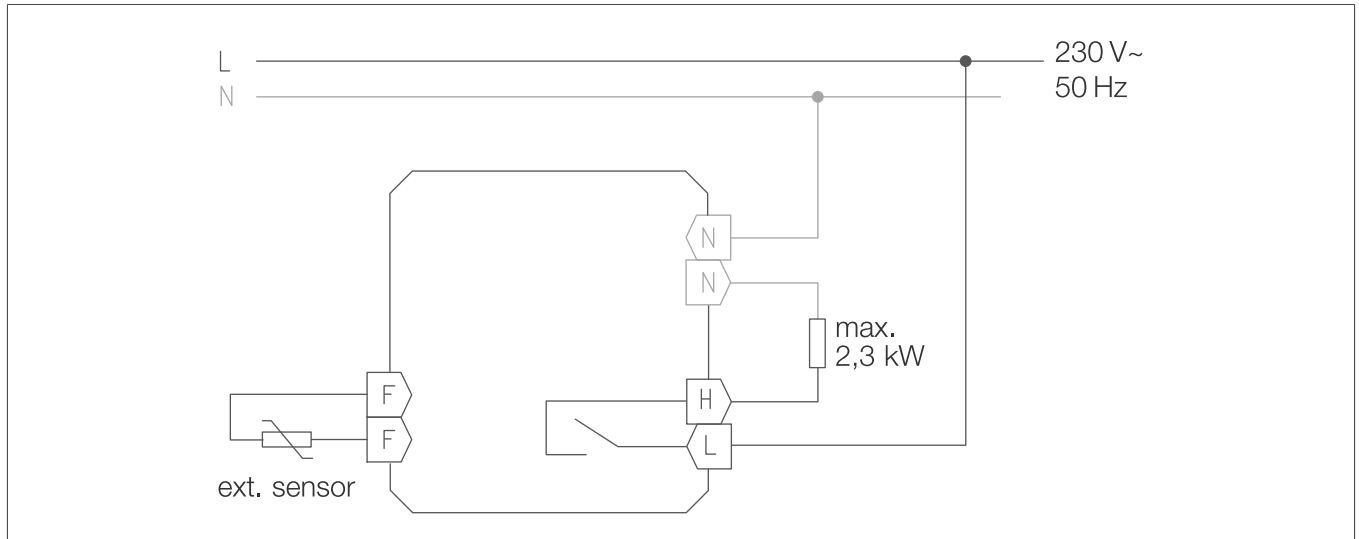
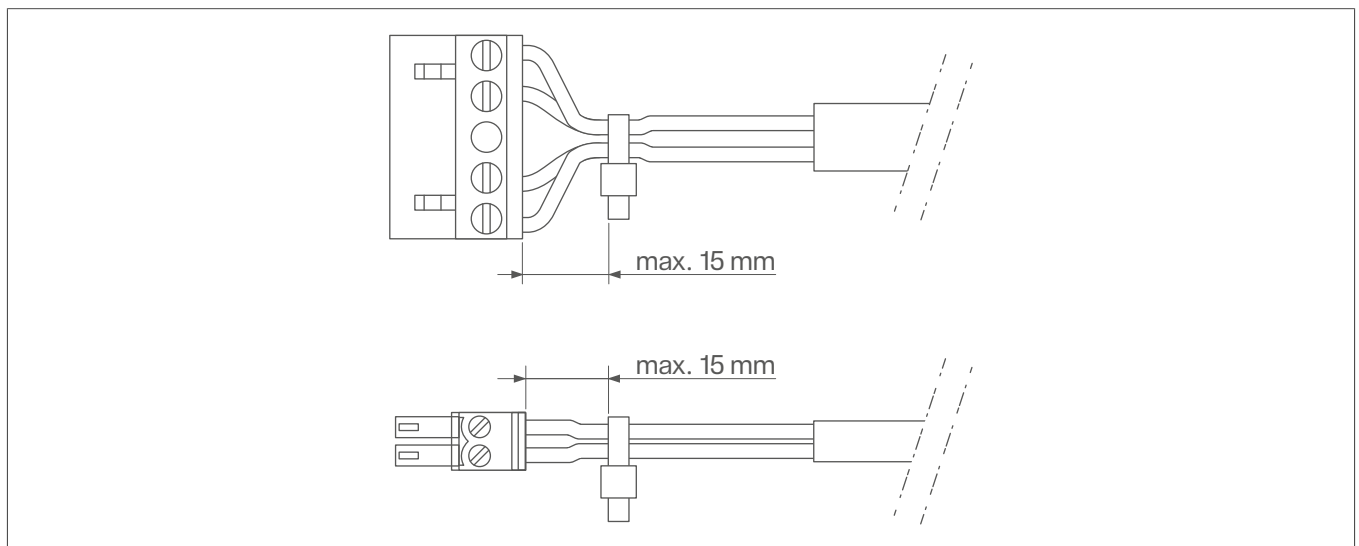

Bild 16: Anschlussplan
Bild 17: Klemmenblock für Spannungsversorgung (oben), Temperaturfühler/ SELV (unten)
- 1 Temperaturregler gemäß Anschlussplan (Bild 16) verdrahten. Dazu die Anschlussleitungen mit den beiden Schraubklemmenblöcken vorverdrahten (Bild 17).